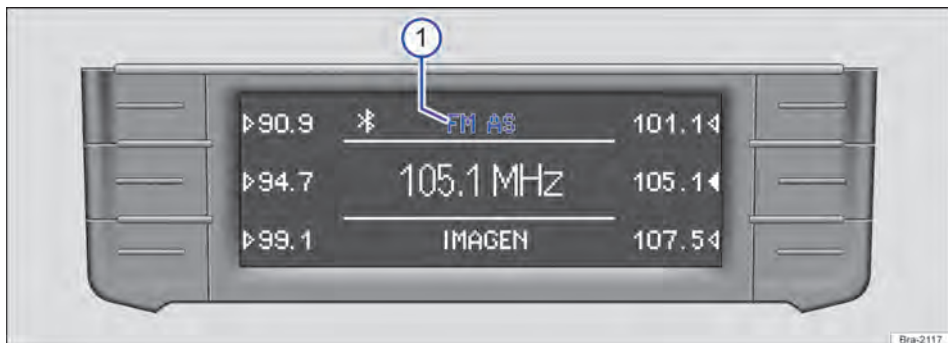

Fig. 149 Menu principal RADIO: são exibidas as faixas de frequências e os níveis de memória.
A faixa de frequências atualmente selecionada é exibida acima da exibição da estação → Fig. 149 ①.